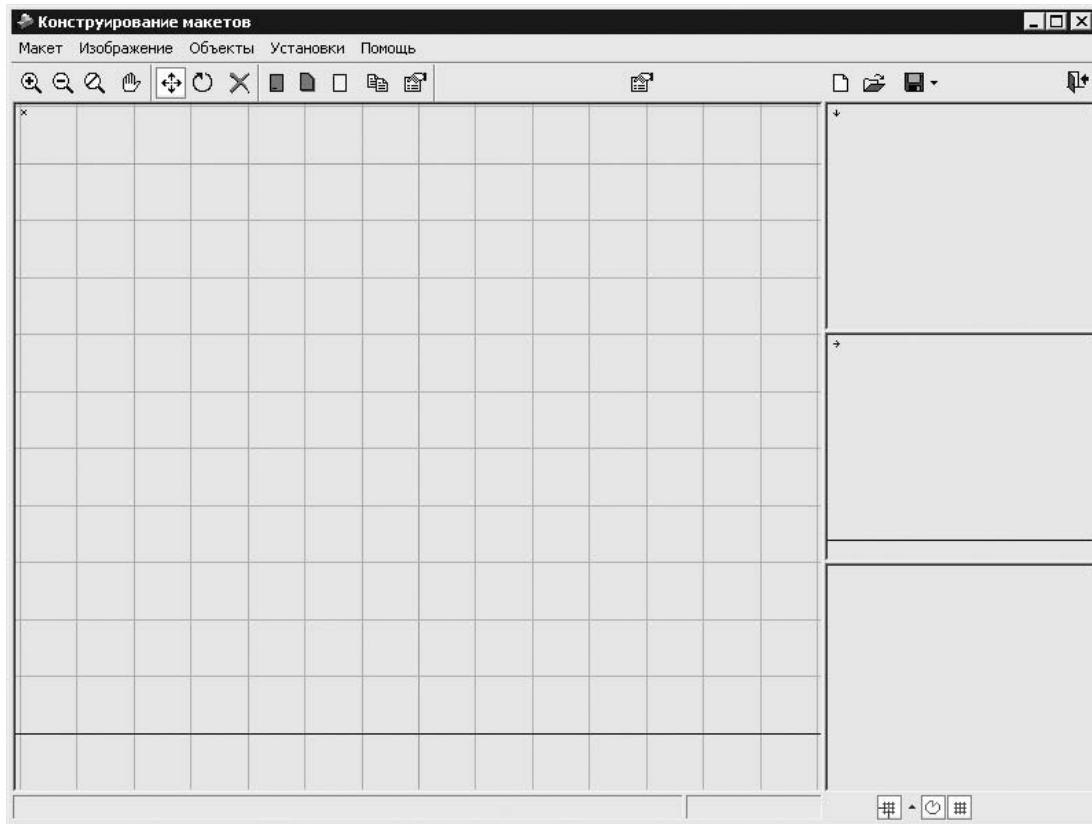

Рис. 8.19
1. Запустить программу и в стартовом окне в открывающемся списке Раздел выбрать строку Конструирование макетов — откроется окно программы Конструирование макетов (рис. 8.19). Внешний вид и элементы управления окна программы в этом режиме аналогичны элементам управления в режиме Дизайн интерьеров при моделировании сцены (см. подраздел «Начало формирования проекта» данного раздела). Однако есть небольшие отличия, характерные только для этого режима, например, наличие новых кнопок для создания макета: Создание фасада, Создание элемента корпуса, Создание задней стенки.